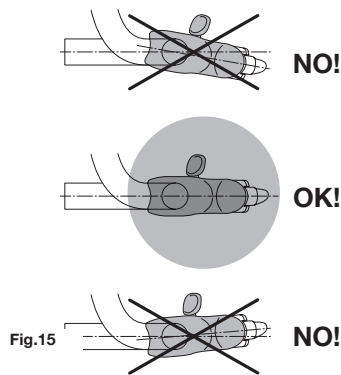

Fig.15
- poignées Ergopower mal positionnées ou qui bougent sur le guidon (Fig. 15)